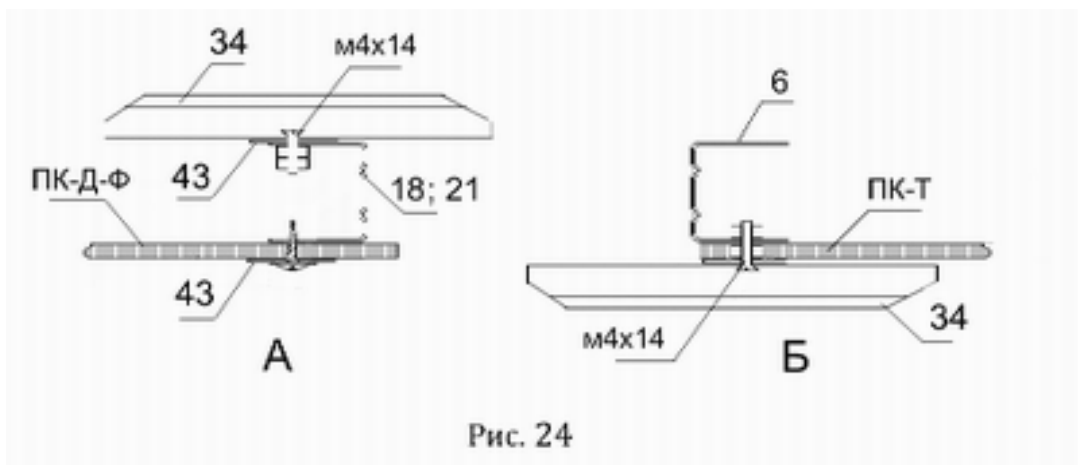

Рис. 24
3.5.2. **Рис. 24-А** - УСТАНОВКА ВЕРТУШКА ВНУТРИ ТЕПЛИЦЫ.
3.5.3. **Рис. 24-Б** – УСТАНОВКА ВЕРТУШКА СНАРУЖИ ТЕПЛИЦЫ.